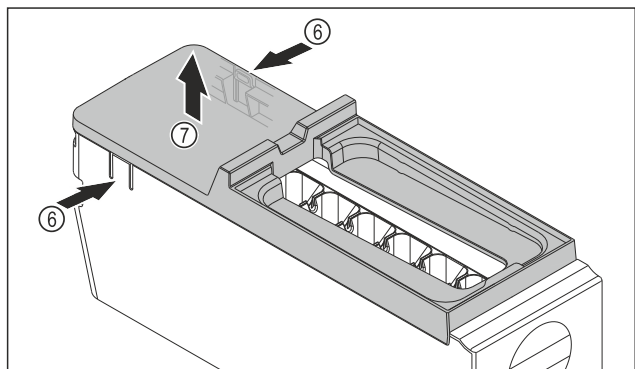

Fig. 118
- ▶ Снимите крышку корпуса EasyTwist-Ice: Надавите рукой на накладку Fig. 118 (6) с обеих сторон корпуса EasyTwist-Ice.
- ▶ Другой рукой снимите крышку Fig. 118 (7) по направлению вверх.